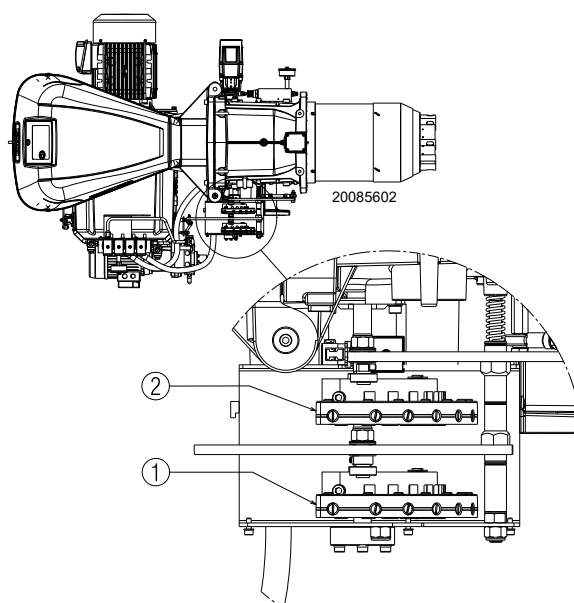
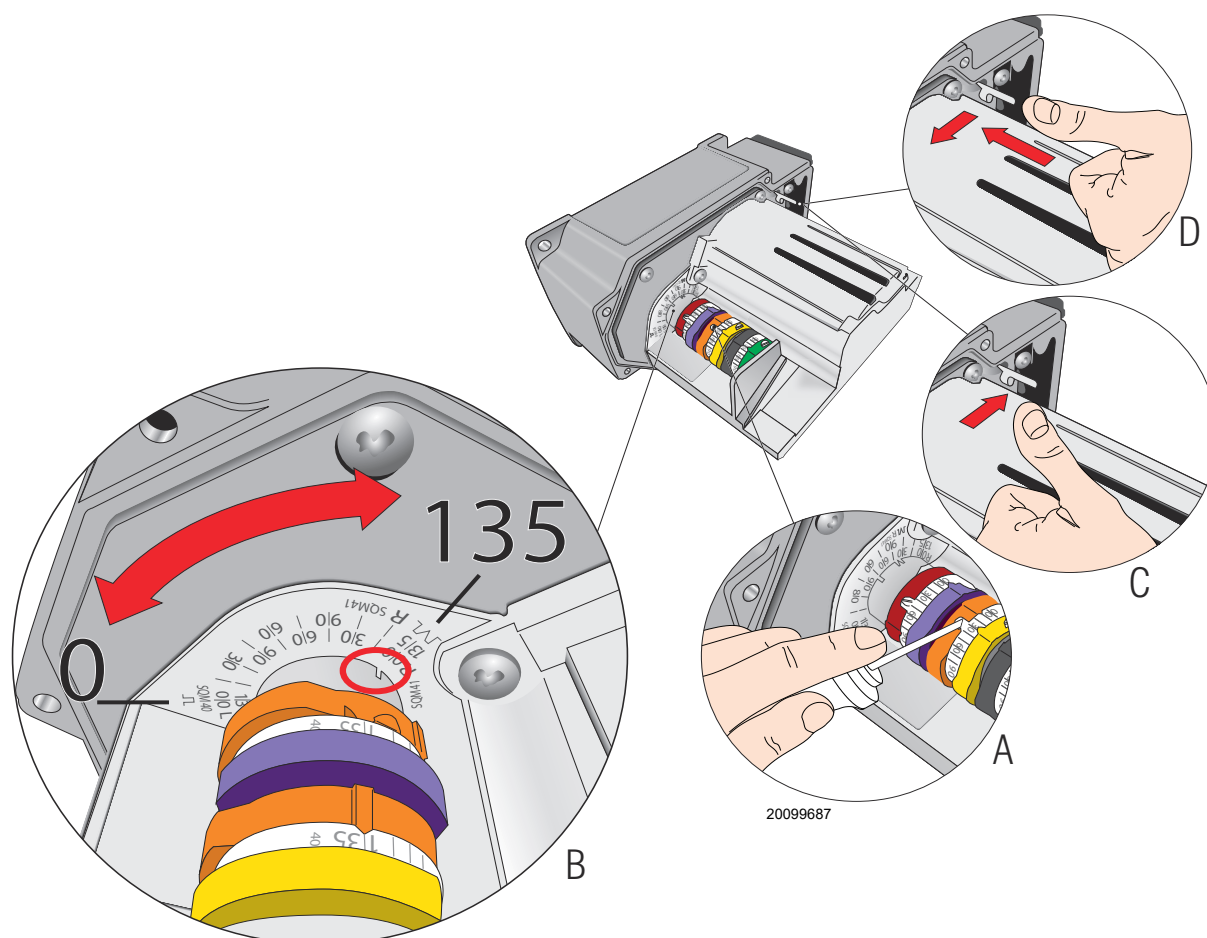

Abb. 35
Abb. 36
Die Synchronisierung Brennstoff/Luft erfolgt über einen Stellmotor, der an zwei Nocken mit variablem Profil angeschlossen ist, die auf die Luftklappen 1)(Abb. 35) und die Gasklappen 2)(Abb. 35) einwirken. Zur Verringerung von Druckverlusten und für einen größeren Einstellbereich wird empfohlen, den Stellmotor auf die verwendete Höchstleistung und so nah wie möglich an der maximalen Öffnung (130°) einzustellen.
An der Gasdrossel erfolgt die Brennstoffdrosselung je nach gewünschter Leistung über den Nocken 2)(Abb. 35).
- Schrauben Sie die Schraube 2) des vorher ausgewählten mechanischen Nockens (Abb. 35 auf S. 35) ein- oder aus, um den Gasdurchsatz zu erhöhen oder zu verringern und ihn so an den entsprechenden Luftdurchsatz anzupassen, um eine optimale Verbrennung zu erzielen.
Zeichenerklärung (Abb. 35)
Die Einstellung der Luft erfolgt durch Verändern des Winkels des Nockens I) und IV) des Stellmotors (Abb. 30 auf S. 30) und mithilfe des Wahlschalters 2)(Abb. 31 auf S. 31). Für die Einstellung des Nockens des Stellmotors siehe Abb. 36 A).
Ändern Sie schrittweise das Ausgangsprofil des mechanischen Nockens 2)(Abb. 35 auf S. 35) durch Drehen der Schrauben 2)(Abb. 33 auf S. 33).
Die Einstellung der Luft erfolgt durch Verändern des Winkels des Nockens III) des Stellmotors (Abb. 30 auf S. 30) und mithilfe des Wahlschalters 2)(Abb. 31 auf S. 31). Für die Einstellung des Nockens des Stellmotors siehe Abb. 36 A).
Für die eventuelle Einstellung des Nockens III Abb. 30, siehe Abb. 36 A) und B).
Schalten Sie den Brenner über den Schalter 1) (Abb. 31) ab, OFF-Stellung, entriegeln Sie den mechanischen Nocken I) und II) (Abb. 33) (Abb. 35) um die Zahnräder des Stellantriebs zu trennen, drücken und verschieben Sie dazu die Taste 3) (Abb. 36 D) und prüfen Sie mehrmals durch manuelles Drehen des mechanischen Nockens I) (Abb. 33) nach vor und zurück, ob die Bewegung sanft und reibungsfrei abläuft.
Es empfiehlt sich den mechanischen Nocken I) und II) (Abb. 33) (Abb. 35) wieder am Stellantrieb zu verriegeln, schieben Sie dazu die Taste 3) (Abb. 36 C) nach oben.